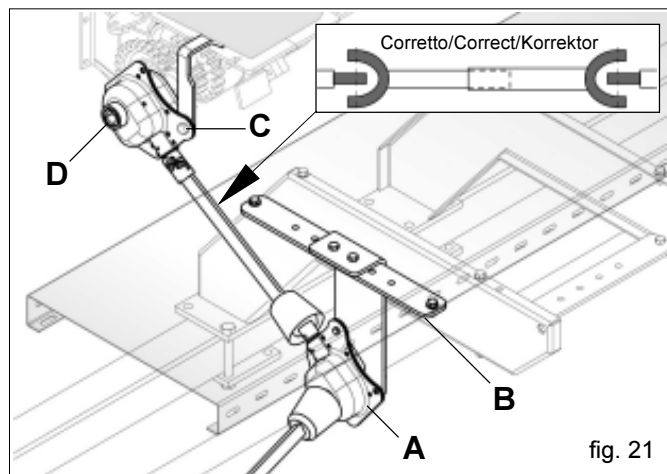

fig. 21
Au cours des opérations d'assemblage semoir/équipement, si le dispositif de levage hydraulique du châssis porte-socs est monté, vérifier que les organes de transmission du semoir (Fig. 21) n'entravent en aucun cas les opérations normales de travail et qu'ils n'interfèrent pas avec les autres pièces du groupe. Déplacer éventuellement la boîte de renvoi de la transmission (A Fig. 21) le long du support (B).
**ATTENTION!** Ne pas serrer à fond la vis (C Fig. 21) supportant la boîte (D Fig. 21): l'oscillation est prévue.
Durant la phase de montage des cardans, veuillez respecter les indications de la Figure 21.